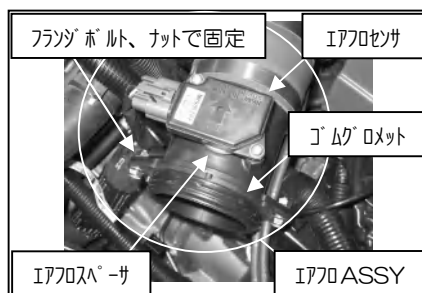

図 6
- ②エアフロセンサとエアフロアタッチメントの間にエアフロスペーサー、M4 スペーサー挟み、エアフロASSYを作ります。※ボルトは純正を使用します。組み立てたエアフロASSYを車両へ取付けます。図6参照